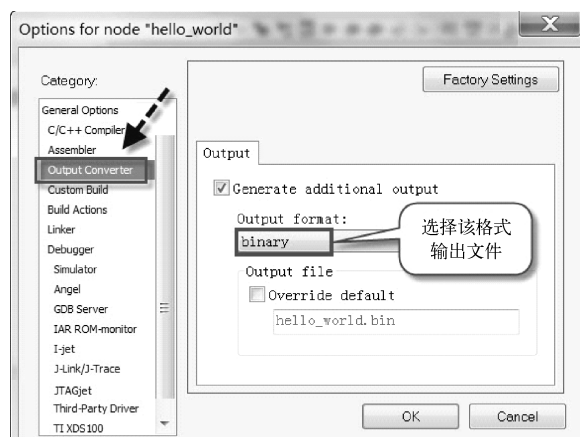

图 1-77 Output Converter 选项配置
④ Output Converter 选项配置如图 1-77 所示。